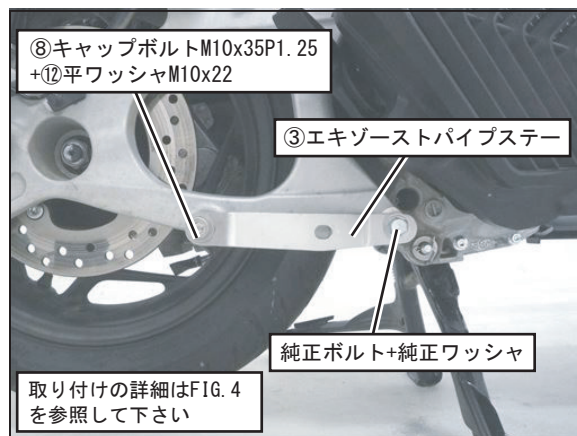

FIG. 3
4. ③エキゾーストパイプステーを、手順3で外した純正ボルトと純正ワッシャ、⑧キャップボルトM10×35P1.25と⑫平ワッシャM10×22を使用して仮締めして下さい。(FIG. 3 参照)